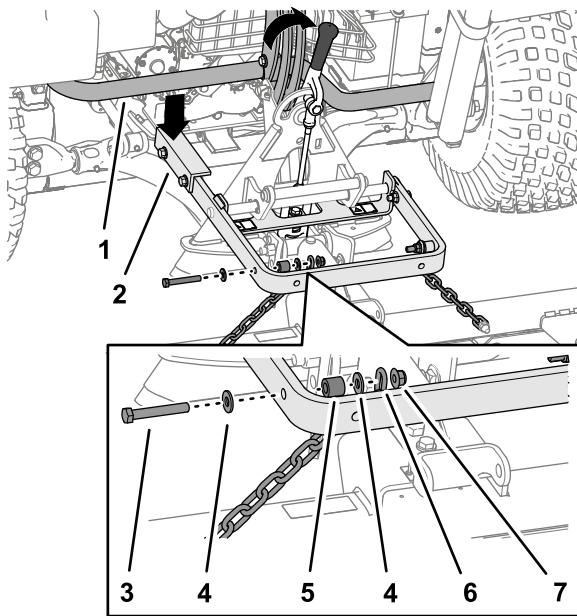

図 7
重要 昇降アームアセンブリの長いアームが、トラクションユニットの後フレームアセンブリの下に来るのが正しい位置です図7。
アタッチメントアダプタを動かす時には、必ずアダプタの後部についているハンドルを使うこと図7。
5. 各チェーンの一番上のリンクを、昇降アームの外側に取り付けるボルト $\frac{3}{8} \times 2\frac{1}{2}$ インチ、ワッシャ $\frac{3}{8} \times \frac{7}{8}$ インチ2枚、スペーサ、ロックナット $\frac{3}{8}$ インチを使用図7を参照。